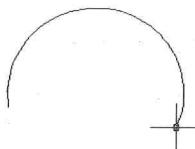

图 3-5-1
- (1) 单击“常用”选项卡，在“绘图”面板中单击“三点”按钮 C ，命令行提示“指定圆弧的起点或[圆心 (C)]”，在视图中单击，创建圆弧的起点。
- (2) 命令行提示“指定圆弧的第二个点或者[圆心 (C) / 端点 (E)]”，在视图中单击，创建第二个点。
- (3) 命令行提示“指定圆弧的端点”，向上或向下移动十字光标，拖出圆弧，单击鼠标，创建端点；通过三点创建的圆弧效果如图 3-5-1 所示。